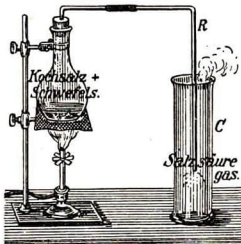

Abb. 437. Darstellung von Salzsäure
3. Behandelt man diese Salze mit Schwefelsäure (vgl. Abb. 437), so entstehen die wichtigen **Säuren der Halogene**:
Vorsicht! Das Gasrohr *R* (Abb. 437) darf nicht in Wasser tauchen, da sonst letzteres (wegen der Absorption) heftig in den Kolben spritzt und diesen unter Umständen zertrümmert. Merke: